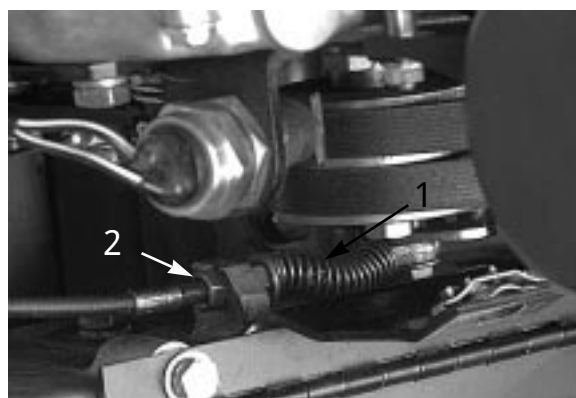

図 44
2. Vベルト・カバーを固定しているリテーナをゆるめてカバーを開く (図44)。
3. 前ジャムナットをゆるめ、後ジャムナットを締めるとケーブルは締まる (図44)。約 1.4 ~ 2.3 kg の力でブレーキが掛かるように調整する。力の計測はレバー・ノブの部分で行う。ブレーキ・バンドが締めりっぱなしにならないよう注意する。